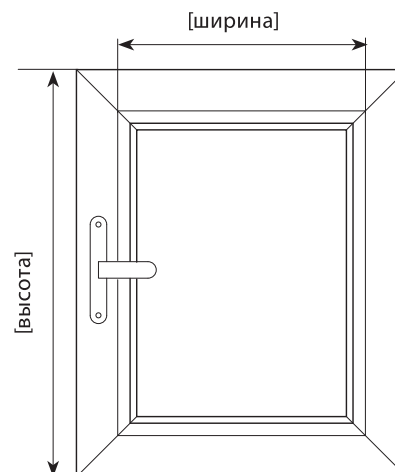

Рис.2. Замер при установке на раму окна
**При установке жалюзи на раму окна с кронштейнами ПВХ** замеряется высота рамы окна [Высота] и ширина по штапику (см. рис.2). Если установка на раму окна с обычными кронштейнами, то замер рекомендуется проводить по высоте [Высота 2].